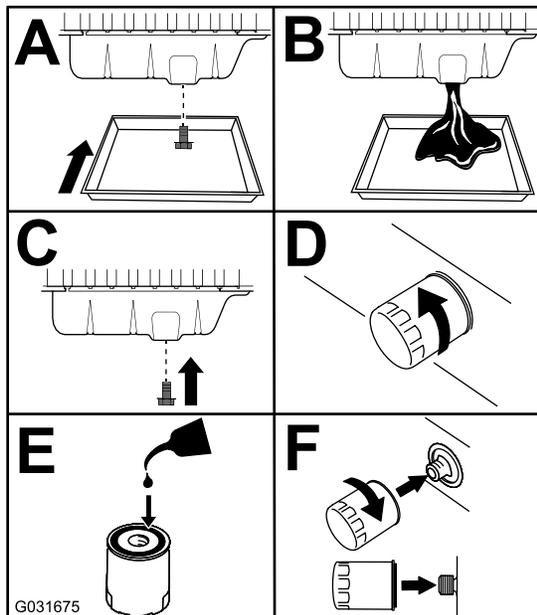

Figure 85
3. Vidangez l'huile moteur et remplacez le filtre à huile (Figure 85).